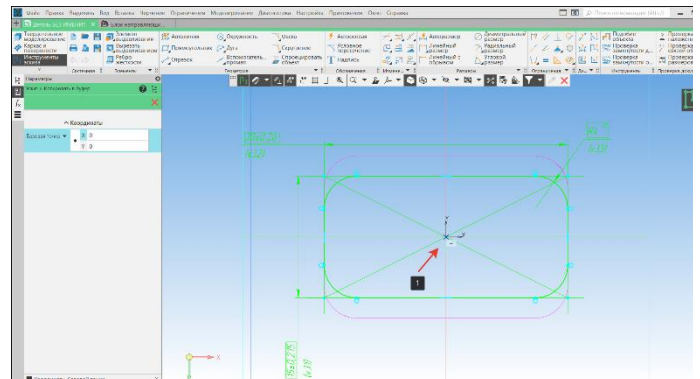

Рисунок 132 – Привязка базовой точки
- На клавиатуре зажимаем клавиши CTRL+C (копировать выделенные объекты), на экране появится пиктограмма координат (1), которая служит для привязки базовой точки копирования. Укажем центр эскиза. Теперь эскиз скопирован в буфер обмена (Рисунок 132);